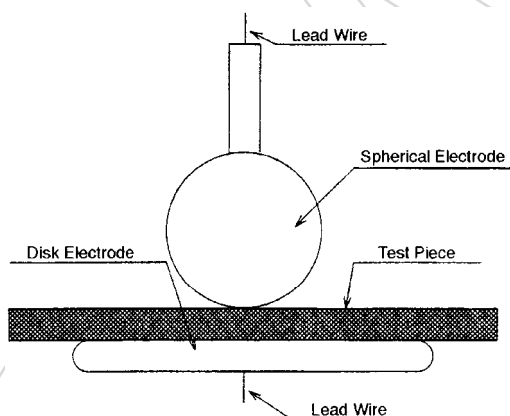

図 1
2.2 電極 — 周辺のエッジが 2.5 mmの半径に丸められている、12.5 mmの直径の真鍮球状電極、および 25 mmの直径の真鍮電極(図 1 参照)。